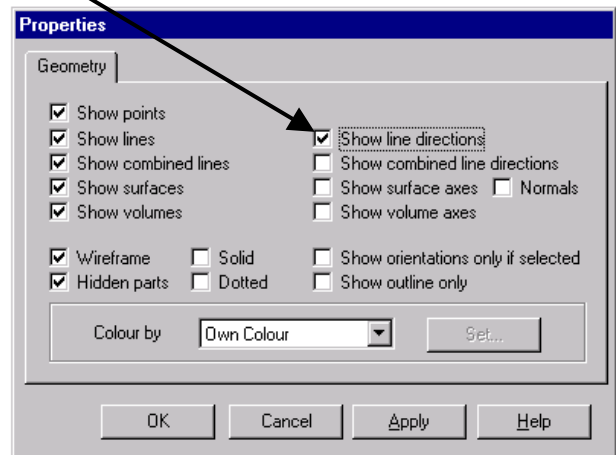

Fig. 33
- în caseta de dialog selectați opțiunea de afișare a sensului liniilor (**Show line directions**) (fig. 33)
- în caseta de dialog de-selecțiati opțiunea de afișare a sensului liniilor (**Show line directions**) (fig. 33)
Fig. 33 a